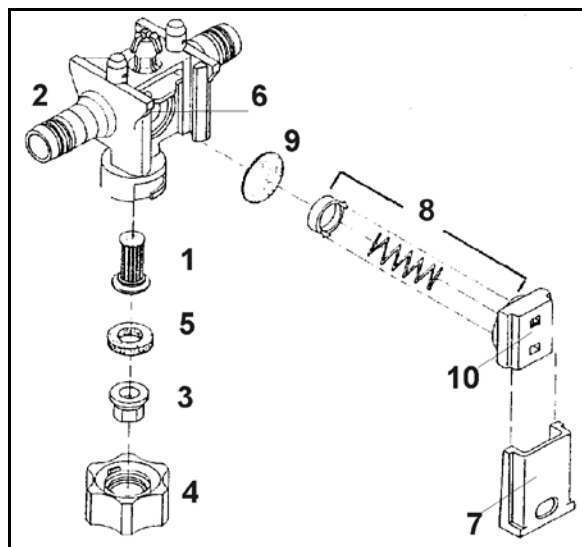

Fig. 187
- Rengør slangefiltrene (Fig. 187/1) hver 3.-4. måned alt efter anvendelsesforholdene.